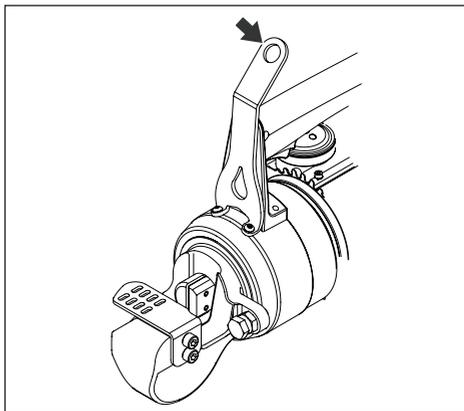

Figura 6, Gancio di sollevamento (opzionale)
- Se si desidera sollevare o sostenere meccanicamente il tagliabarre, utilizzare esclusivamente il gancio di sollevamento fornito nel kit del gancio di sollevamento Enerpac. Vedere la figura 6. Se non è stato richiesto insieme al tagliabarre, questo accessorio opzionale può essere ordinato presso un distributore autorizzato Enerpac. Utilizzare sempre attrezzature di sollevamento adatte.